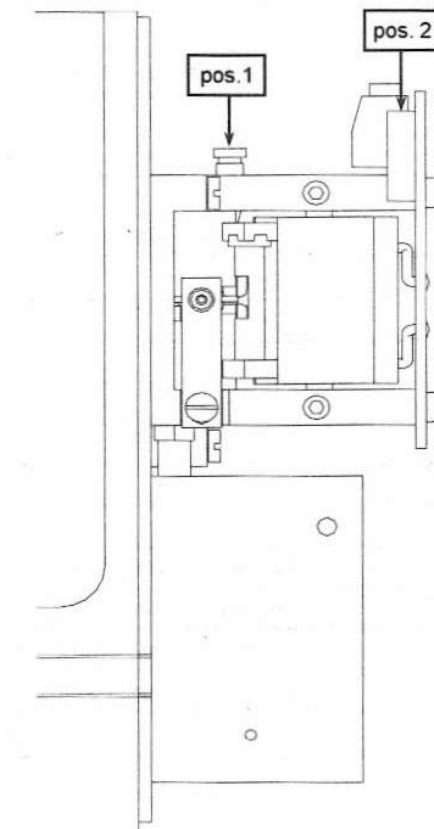

Fig. 2
NOTA: Il convertitore è già calibrato in fabbrica e non richiede alcuna messa in funzione particolare, comunque nel caso il C806, una volta messo in esercizio, specialmente se l'installazione non fosse verticale come consigliato, verificare la taratura di ZERO ed in caso di necessità agire sulla vite di azzeramento meccanico interna per correggere l'OFF-SET pneumatico (Rif. Fig. 2 – Pos. 1)
3. Ruotare la Vite di azzeramento (Rif. Fig.2 – Pos.1) fino quando la pressione in uscita sia pari al valore d'inizio scala desiderato , ad esempio al valore pneumatico di 3 psi
3. Ruotare il Trimmer (Rif. Fig. 2 – Pos. 2) variando la pressione di Fondoscala (SPAN) , ad esempio fino a 20 psi
5. Eseguire nuovamente l'azzeramento mediante la vite (Rif. Fig. 2 - Pos. 1) fino ad ottenere ad esempio la pressione di 2 psi